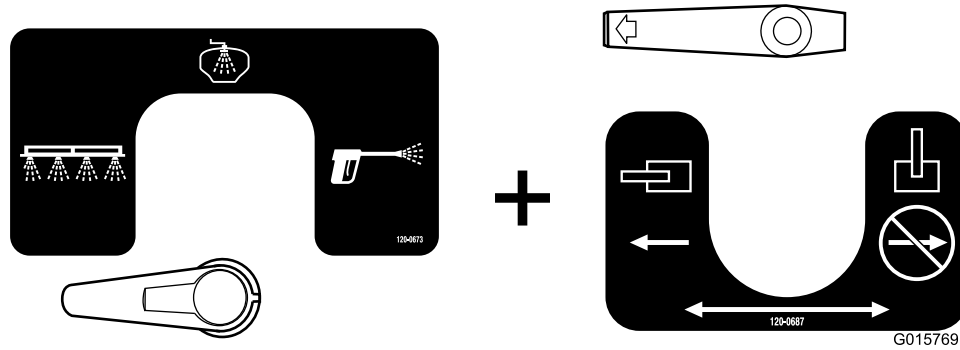

Figura 36
- Ésta es la configuración que corresponde a los brazos (Figura 36). Utilice esta configuración para pulverizar el agua de enjuague por los brazos.